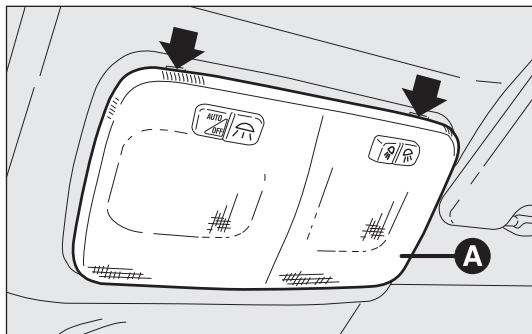
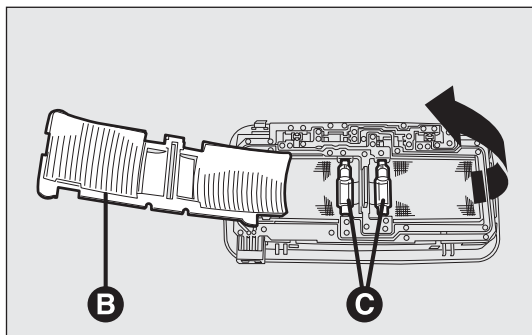

fig. 194
fig. 195
- ☐ actúe en los puntos indicados por las flechas y quite el plafón A-fig. 194;
- ☐ abra la tapa de protección B-fig. 195;
- ☐ sustituya las lámparas C-fig. 195 soltándolas de los contactos laterales y asegurándose de que las lámparas nuevas queden correctamente bloqueadas entre los mismos contactos;
- ☐ vuelva a cerrar la tapa B-fig. 195 y fije el plafón A-fig. 194 en su alojamiento asegurándose de que se bloquee.